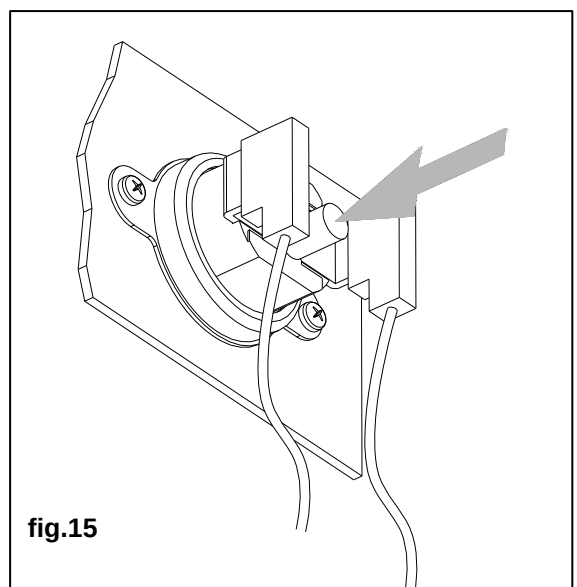

fig.15
La chaudière à tirage naturel est équipée d'un dispositif (fig.15) contrôlant l'évacuation correcte des gaz de combustion. Le dispositif permet une sécurité maximum pendant le fonctionnement.
- appuyer sur le bouton-poussoir placé entre les deux contacts électriques du thermostat des fumées (voir fig.15),